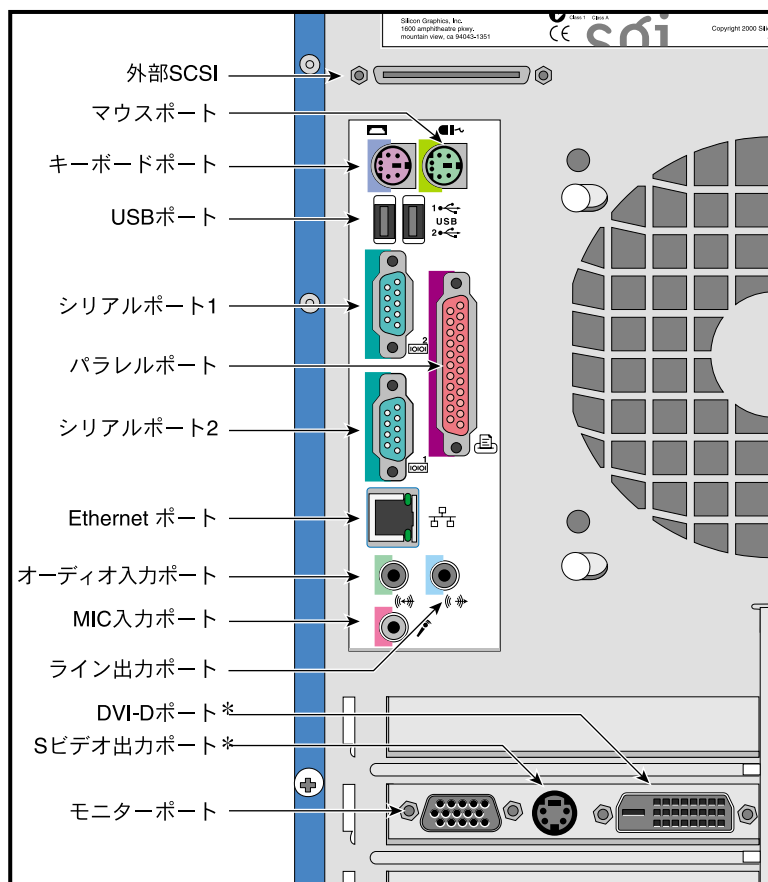

図 1-10 I/O パネル
- c. ケーブルをシステムのライン出力ポートとスピーカー入力シグナルポートに接続して、右スピーカーをシステムに接続します。ライン出力ポートの位置については、図1-10を参照してください。
7. その他の外部装置をそれぞれのポートに接続します。I/O パネルの詳細表示については、図 1-10 を参照してください。